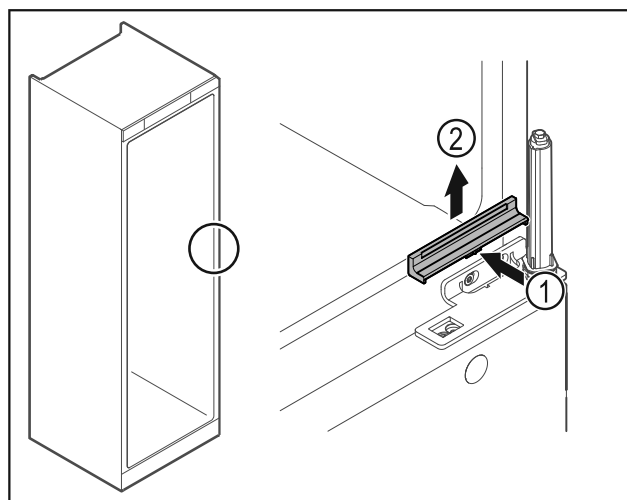

Fig. 25
- Křít Fig. 25 (1) uprostřed mírně stiskněte a vyjměte směrem nahoru Fig. 25 (2).